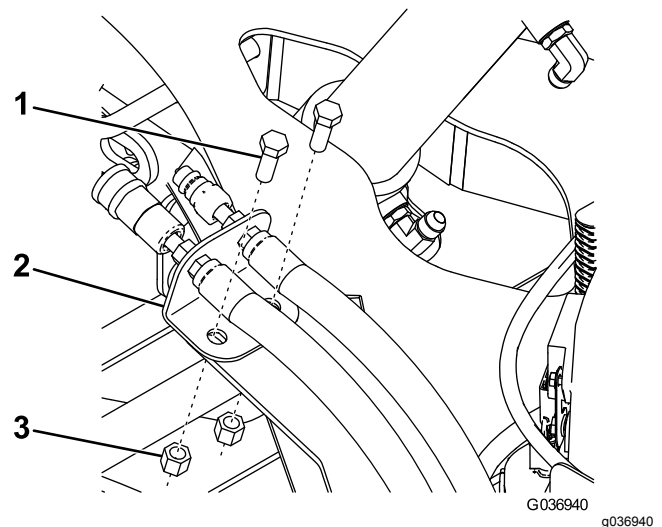

Figure 9
3. Fixez le support de traversée au cadre en A à l'aide de 2 boulons à tête hexagonale (3/8 po) et 2 contre-écrous en nylon (3/8 po), comme montré à la Figure 9, et serrez les boulons à 40 N·m (30 pi-lb).
4. Serrez les raccords qui fixent les raccords rapides au support de montage (Figure 9).